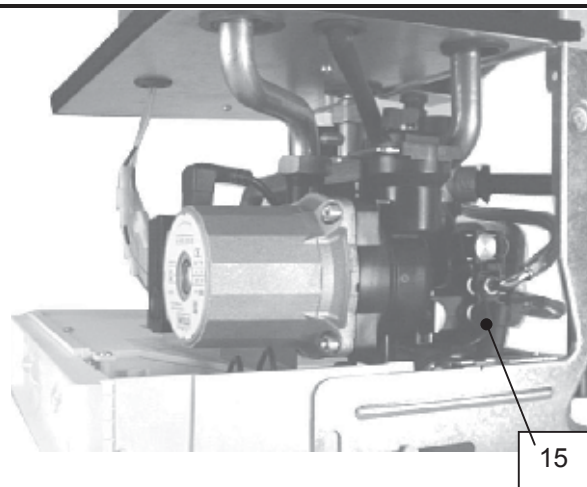

Fig. 8.4
- 6 Open the central heating drain cock (15 in Fig. 8.4).
- 6 Откройте сливной кран системы отопления (15 на рис. 8.4)